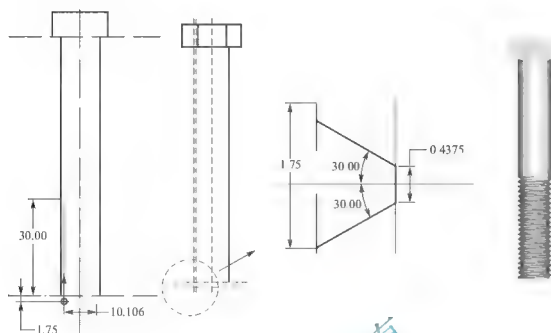

图 7.100 螺旋扫描练习
- (2) 用螺旋扫描特征完成如图 7.100 所示零件的三维模型。